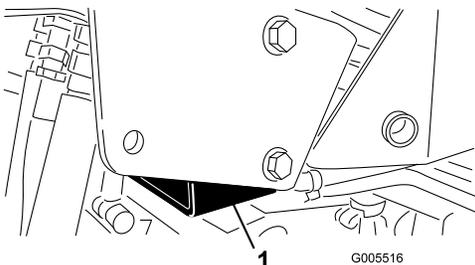

図 27
- 右側ジャッキパッド部分と、ROPS横転保護バーのサポートブラケットの近く 図 27